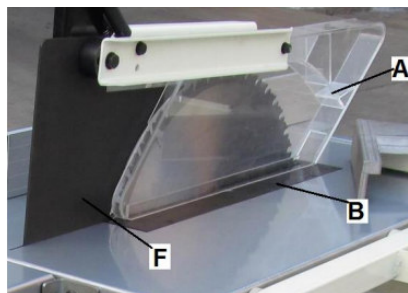

Рис. 25
Прикрепите защитный кожух диска, (A, Рис. 25) к расклинивающему ножу (F) с помощью болта, шайбы и гайки.